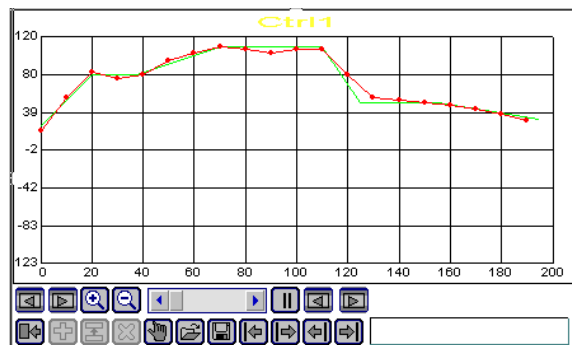

图 8.78 温控曲线操作条最大化
- ◇ **初始状态：**当“显示操作条”有效时，初始状态单选框由灰色变为正常色。此选项决定操作条显示时是按最大化还是最小化方式显示，选中某一种初始化状态，此选项前面有一个“●”的标记。如选中“最大化”，此时温控曲线如图 8.78 所示。